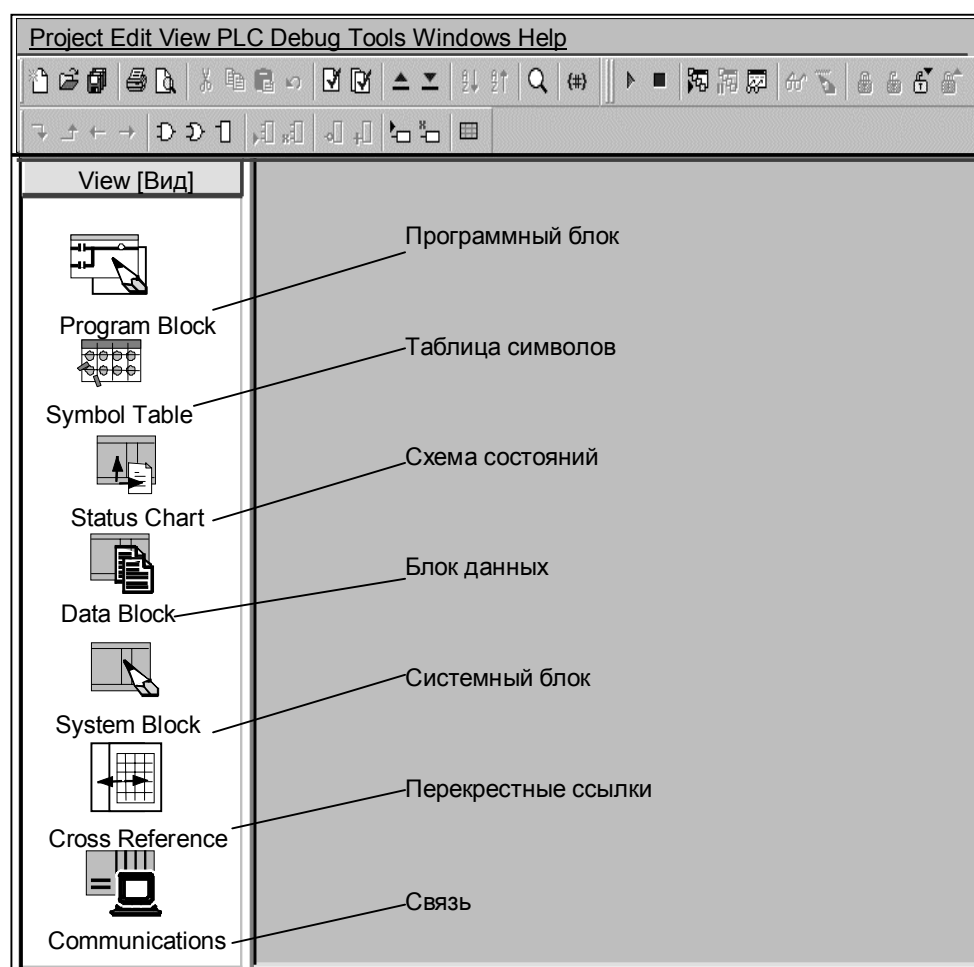

Рис. 7–3. Меню View [Вид] STEP 7-Micro/WIN 32
- **Одиночный master:** Одиночное master-устройство подключается к одному или нескольким slave-устройствам. См. рис. 7–1.
- **Множественный master:** Одиночное master-устройство подключается к одному или нескольким slave-устройствам и к одному или нескольким master-устройствам. См. рис. 7–2.
Каждая плата предоставляет один порт RS–485 для соединения с сетью PROFIBUS. Плата CP 5511 PCMCIA имеет адаптер с 9–штырьковым D–образным портом. Один конец кабеля MPI подключается к порту RS–485 платы, а другой к разъему порта программирования на вашей сети. См. рис. 7–2. За дополнительной информацией о платах коммуникационных процессоров обратитесь к каталогу ST 70.
- Щелкните на пиктограмме Communications на экране STEP 7-Micro/WIN 32 (см. рис. 7–3).
Вы можете установить или удалить аппаратуру для обмена данными с помощью диалогового окна Install/Remove Interfaces [Установка/удаление интерфейсов], показанного на рис. 7–5. С левой стороны этого диалогового окна находится список типов аппаратных средств, которые вы еще не установили. С правой стороны находится список типов установленных в данное время аппаратных средств. Если вы используете операционную систему Windows NT 4.0, то под окном списка Installed [Установлено] находится кнопка “Resources [Ресурсы]”.
1. В диалоговом окне Set the PG/PC Interface [Установить интерфейс PG/PC] (показано на рис. 7–4) нажмите кнопку “Select...”, чтобы попасть в диалоговое окно Install/ Remove Interfaces [Установка/удаление интерфейсов], показанное на рис. 7–5.
4. Когда вы закончили установку аппаратуры, щелкните на кнопке “Close [Заккрыть]”. Появляется диалоговое окно Set the PG/PC Interface [Установить интерфейс PG/PC], а ваш выбор отображается в окне списка Interface Parameter Assignment Used [Назначение параметров используемого интерфейса] (см. рис. 7–4).
3. Когда вы закончили удаление аппаратуры, щелкните на кнопке “Close [Заккрыть]”. Появляется диалоговое окно Set the PG/PC Interface [Установить интерфейс PG/PC], а ваш выбор отображается в окне списка Interface Parameter Assignment Used [Назначение параметров используемого интерфейса] (см. рис. 7–4).
Когда вы установили аппаратное средство, выберите его из окна списка Installed [Установлено] и щелкните на кнопке “Resources [Ресурсы]” (рис. 7–5). Появляется диалоговое окно Resources [Ресурсы] (рис. 7–6). Диалоговое окно Resources [Ресурсы] позволяет изменить настройку системы для конкретного аппаратного средства, которое вы установили. Если эта кнопка недоступна (серая), то вам ничего не нужно делать.
Когда вы достигли диалогового окна Set the PG/PC Interface [Установить интерфейс PG/PC], убедитесь, что в окне списка Access Point of Application [Точка доступа приложения] появляется "Micro/WIN" (см. рис. 7–4). Окно Set the PG/PC Interface [Установить интерфейс PG/PC] является общим для нескольких различных приложений, например, STEP 7 и WinCC, так что вам, возможно, придется указать программе приложение, для которого вы устанавливаете параметры.